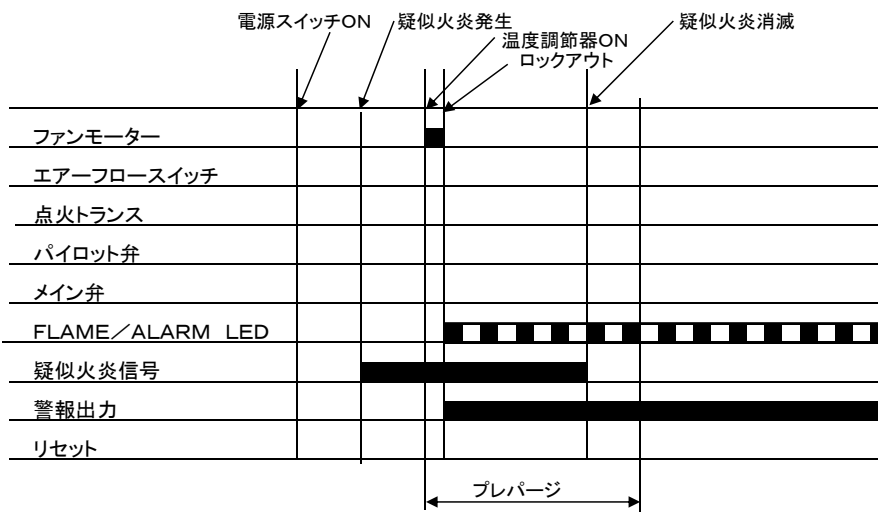

図17(2)
- (3) プレパージ時間の途中で疑似火炎が発生し、継続する時（図17(3)参照）